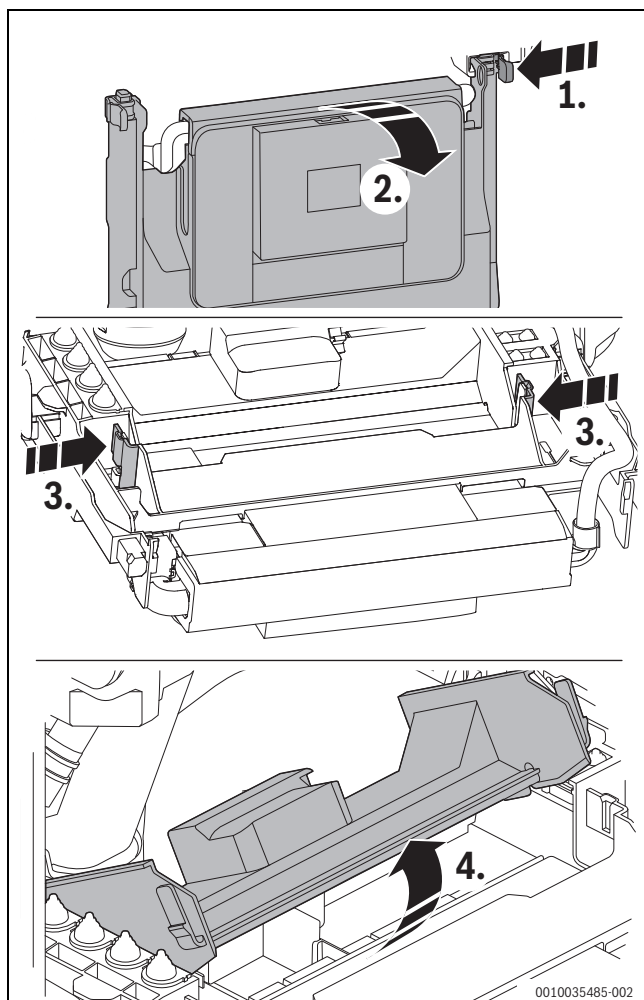

Fig. 36 Apertura dell'unità di comando
- ▶ Ribaltare il dispositivo di controllo verso il basso (→ fig. 36).